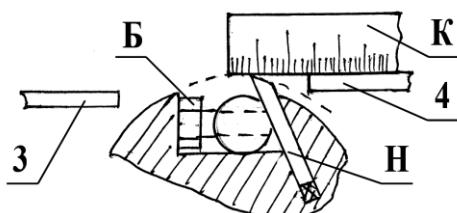

Рис. 7
**5.2.** Периодически не реже 1 раза в неделю (в первые дни работы – каждый день) проводить смазку подвижных частей и узлов смазкой солидол (ЦИАТИМ-201), проверять натяжение и износ ремня, износ подающего вала (23, Рис.7). Ремень должен быть натянут силой около 100Н (10кгс). Необходимо соблюдать зазор **2,0÷2,5мм** между подающим валом (23) и задним столом (4).
- Выставить ножи (Н) строгального вала при помощи линейки-кондуктора (К) по передней кромке заднего стола (4) и надежно зажать их болтами (Б) (Рис.7).
#### **4.3. Строгание, строгание под углом. (Рис. 7, 8, 9)**
**В случае острой необходимости проведения обычного строгания на моделях Р и Р2 необходимо (см. Рис.7):** Снять пружинную пластину (22, для моделей Р) или подающий вал (23, для моделей Р2) с заднего стола (4) (если они установлены), для чего:
- раскрепить 4 болта крепления заднего стола к стенкам корпуса и снять стол (4);